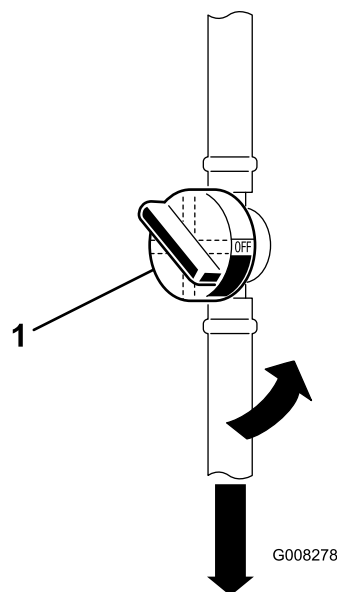

Figure 29
- Fermez le robinet d'arrivée de carburant (Figure 29).
- Pincez les extrémités des colliers et faites glisser ceux-ci pour les éloigner du filtre usagé (Figure 29).